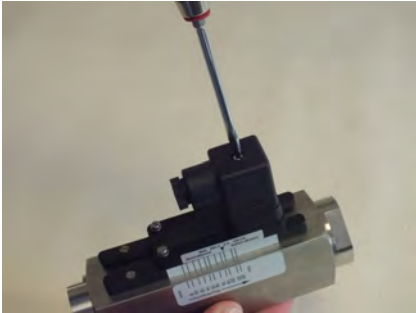

Abb. 73: Steckerdose lösen
1. ➤ Mit einem Schlitzschraubendreher die Befestigungsschraube (Abb. 73) der Steckerdose lösen